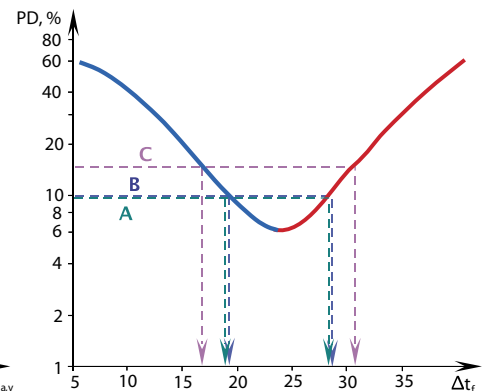

Рис. 3. Влияние температуры поверхности пола на локальный дискомфорт
А где же тогда взаимосвязь с пресловутым выражением обеспечения теплового комфорта – ноги в тепле, а голова в прохладе? Пояснение тому представлено на рис. 3, где по температуре пола Δt_p , поддерживаемой системой напольного охлаждения (выделена синим цветом) или отопления (выделена красным цветом), представляется возможным определить процентное количество людей, ощущающих локальный дискомфорт (PD). Причем эту зависимость в равной мере применяют как к стоящим, так и к сидящим либо лежащим на полу людям. Приведенные данные несколько отличаются от значений в наших нормах. Так, по СНиП 2.04.05-91 температура пола должна быть не более 26 °С, а по ДБН В.2.5-24-2003 – не более 28 °С, в то время, как по рассматриваемому стандарту для самой высшей категории обеспечения теплового комфорта **A** и для средней категории **B** – не более 29 °С, а для низшей категории **C** – не более 31 °С. Для систем напольного охлаждения температура пола у нас